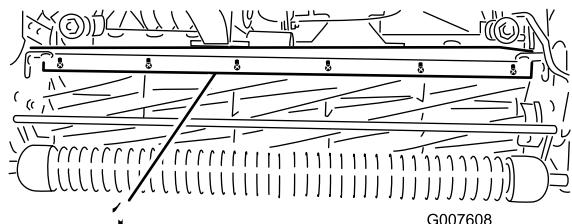

図 46
1. バー（図 46）をカッティングユニットに固定しているネジをゆるめる。